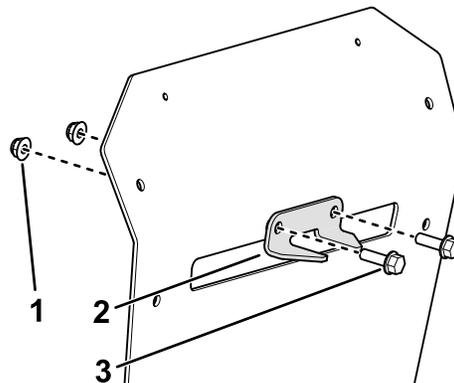

Figura 13
2. Instale o suporte estabilizador no resguardo traseiro utilizando 2 parafusos de carroçaria ($\frac{5}{16} \times 1$ pol.) e 2 porcas de bloqueio ($\frac{5}{16}$ pol.) como se mostra na Figura 13.